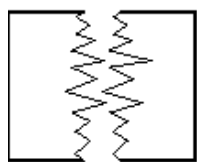

FIGURA 5
c) En piezas de madera, la línea de rotura se indicará con una línea en zig-zag (figura 5).